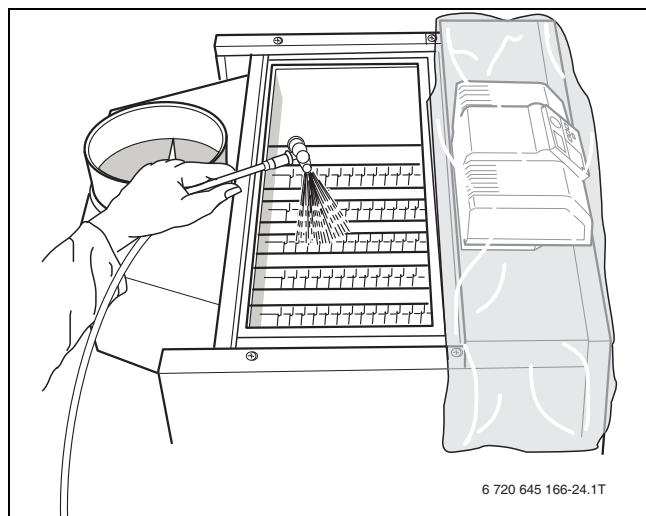

Рис. 61 Влажная чистка котла
- Равномерно распылите чистящее средство сверху в газоотводящих каналах (→ рис. 61).